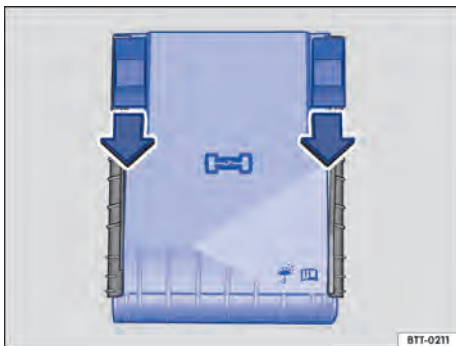

Fig. 239 No compartimento do motor: cobertura da caixa de fusíveis.
- Empurrar os botões de travamento para frente no sentido da seta para destravar a cobertura da caixa de fusíveis ⇒ Fig. 239.